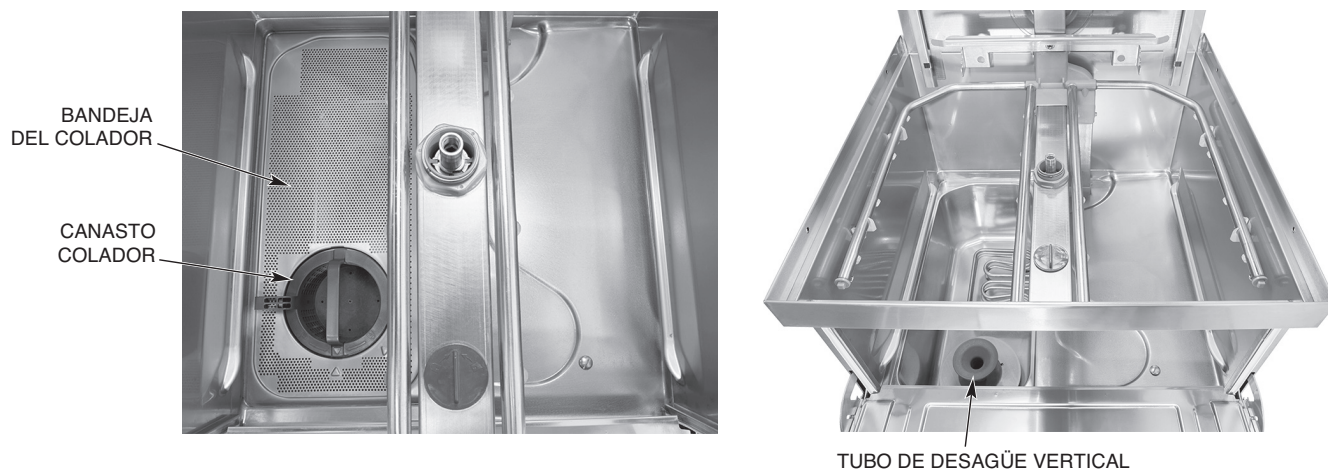

Fig. 19
6. Retire el canasto colado, la bandeja del colador y el tubo de desagüe vertical (Fig. 19). Lave y enjuague bien en un fregadero con un limpiador suave.